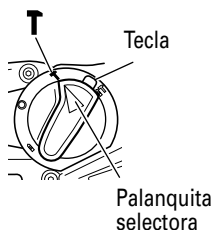

Fig. 20
Este martillo perforador podrá ajustarse al modo de percusión solamente presionando el pulsador y girando la palanquita de cambio hasta la marca **T**. (Fig. 20)
- (3) Gire la palanca de cambio hasta la marca **T**. (Fig. 20)